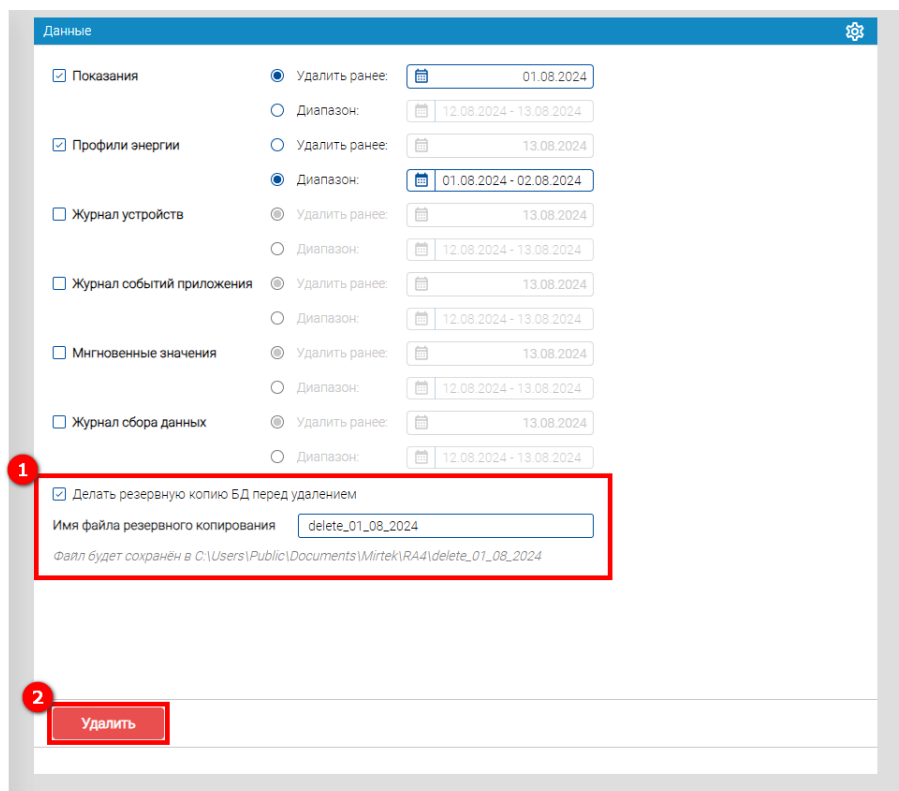

Рисунок 64 – Удаление данных – Создание резервной копии БД перед удалением
При необходимости создания резервной копии БД перед удалением необходимо поставить соответствующую отметку и указать имя файла (1) (см. рисунок 64).